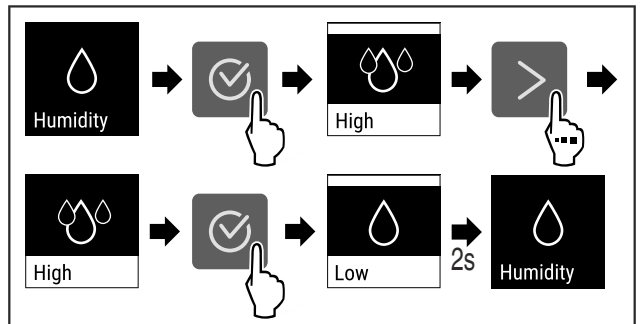

Fig. 76
- ▶ Hajtsa végre a művelet lépéseit (lásd Fig. 76) .